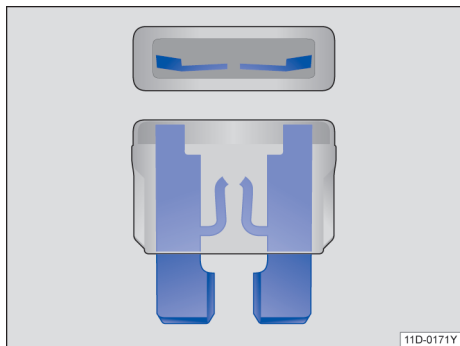

图 129 烧断的保险丝：扁平插入式保险丝
- 烧断的扁平插入式保险丝（ATO®、MINI®、MAXI+®）可从上面和侧面透过透明外壳通过熔断的金属条来识别→图 129。